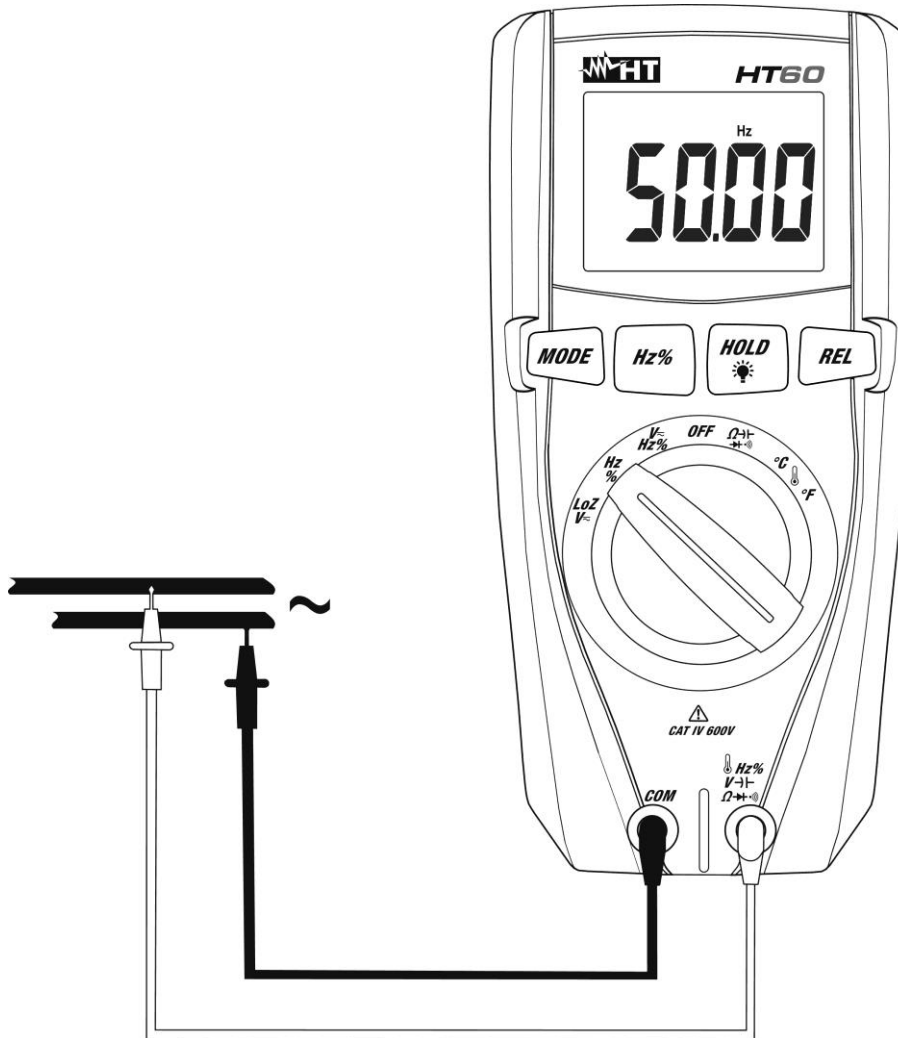

Fig. 7: Uso del instrumento para medidas de Frecuencia y Duty Cycle
3. Posicione las puntas en los puntos deseados del circuito en examen (vea Fig. 7). El valor de la frecuencia se muestra en pantalla